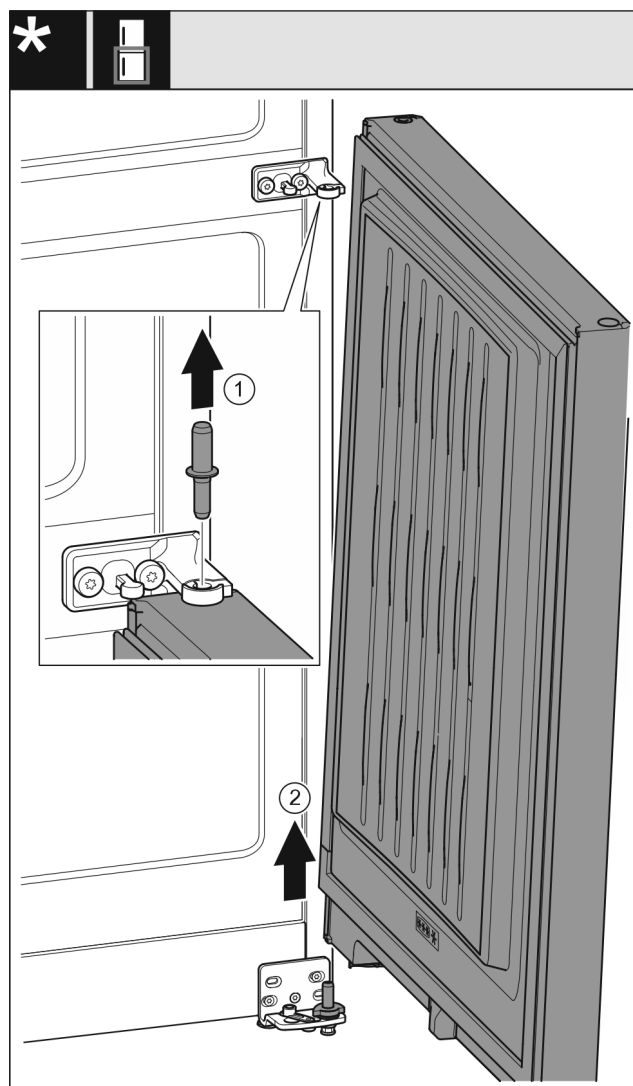

Fig. 9
- Vytiahnite čap Fig. 9 (1) nahor.
- Vyklopte dvere Fig. 9 (2) von, nadvihnite smerom hore a odložte nabok.